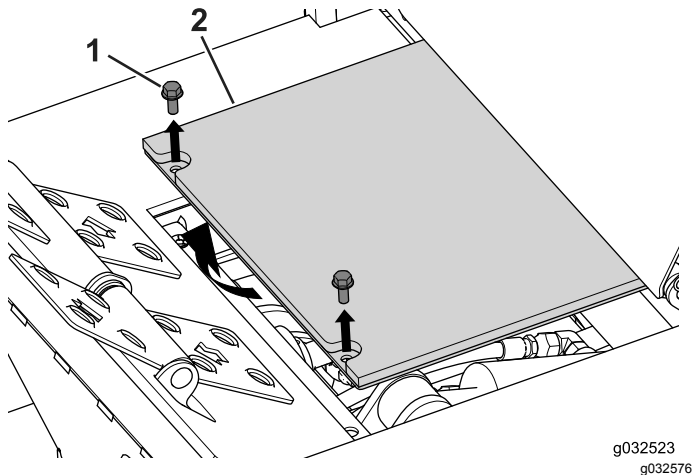

Figura 101
1. Retire los 2 pernos que fijan la cubierta de la chapa de suelo, y retire la cubierta (**Figura 101**).